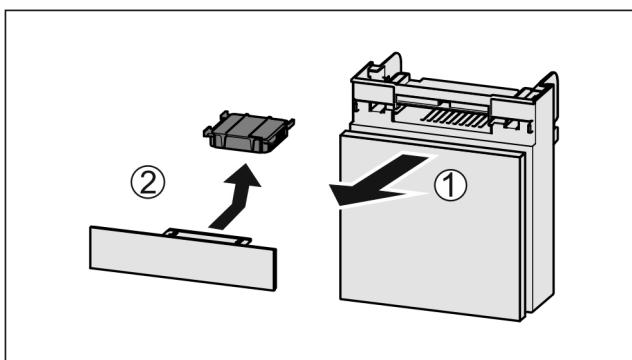

Fig. 82
- Издърпайте Fig. 82 (1) напред отделението.
- Извадете Fig. 82 (2) филтъра с активен въглен.